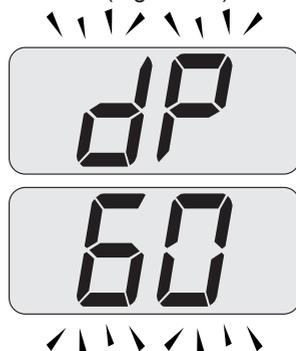

Figura 7.6
- Premere 3 volte il tasto 16 fino a far apparire sul display LCD le lettere **dp** (spazzacamino attivo in massimo sanitario) che si alternano con il valore di temperatura dell'acqua di riscaldamento (es. **60**), indicanti l'entrata nell'attivazione della "funzione spazzacamino" alla potenza massima in sanitario (Figura 7.6).